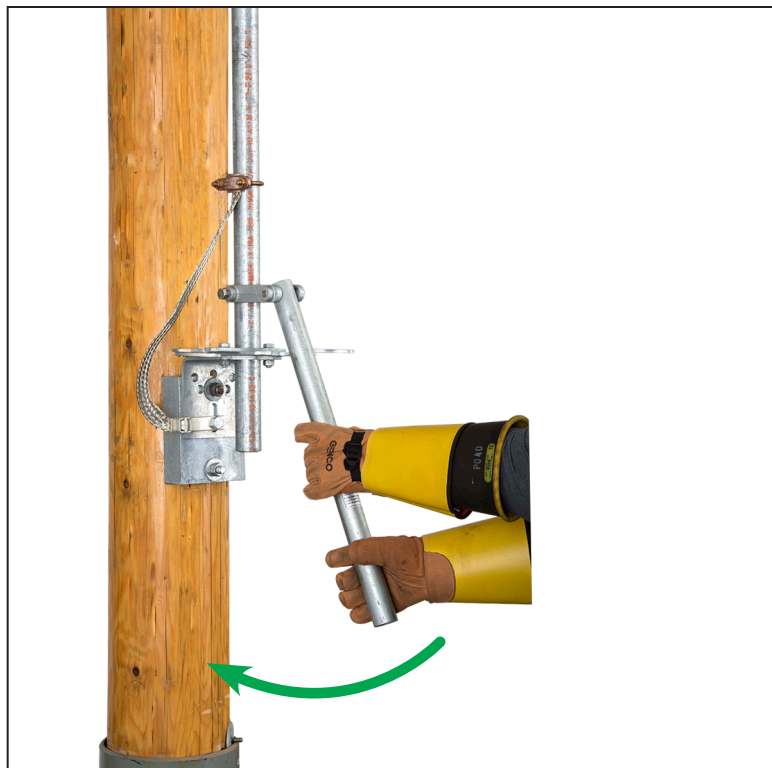

Figura 47. Movimiento de la palanca de operación.
- (c) Mueva la palanca *con rapidez* a la posición de apertura total o de cierre total. Vea la Figura 47.